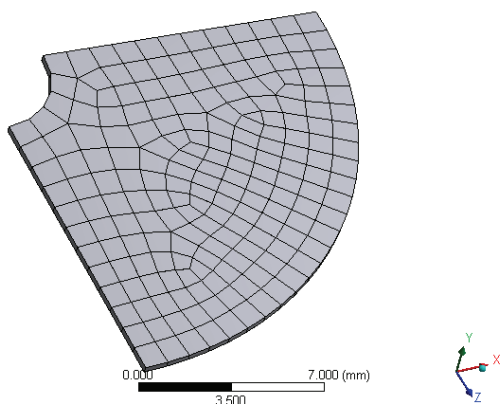

图 10-6 网格划分效果
3) 在 Outline 树结构图中的 Mesh 选项单击鼠标右键, 在弹出的快捷菜单中选择 Generate Mesh, 最终的网格效果如图 10-6 所示。